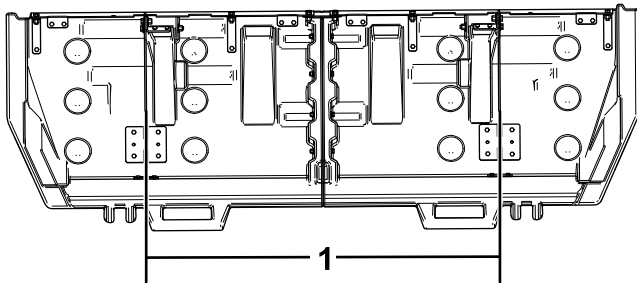

Figure 17
4. Sur le couvercle, mesurez la distance entre les glissières (Figure 17).